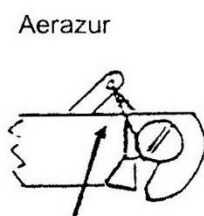
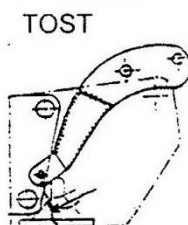

Fig. 1
Fig. 2
1. Lösen Sie den Sicherheitsdraht aus der Entriegelung, siehe Abb.1 und 2.
2. Den Hebel der Entriegelung wieder mit Sicherheitsdraht befestigen, siehe Abb. 1 und Abb. 2.